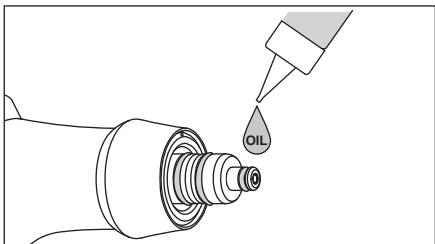

Figure 15
- 1) Séchez soigneusement les joints du réservoir et lubrifiez les uniformément à l'aide de la burette d'huile fournie (figure 15).